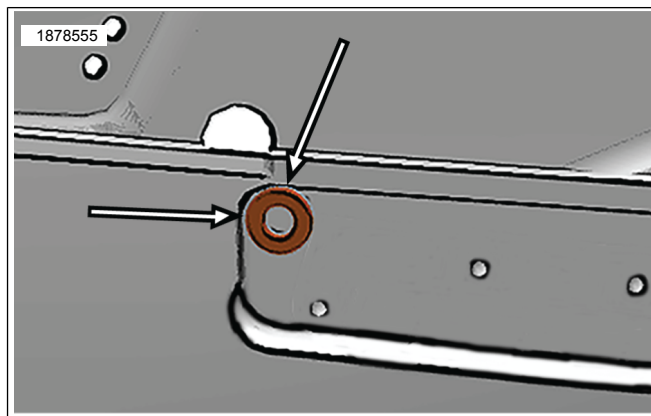

図3。サドルバッグトップホールドリルの位置
- c. 図3を参照してください。キットのフラットワッシャー(4)をドリル位置ガイドとして使用し、ワッシャーをくぼみの上部と側面の半径に触れるようにサドルバッグ表面に平らに置きます。